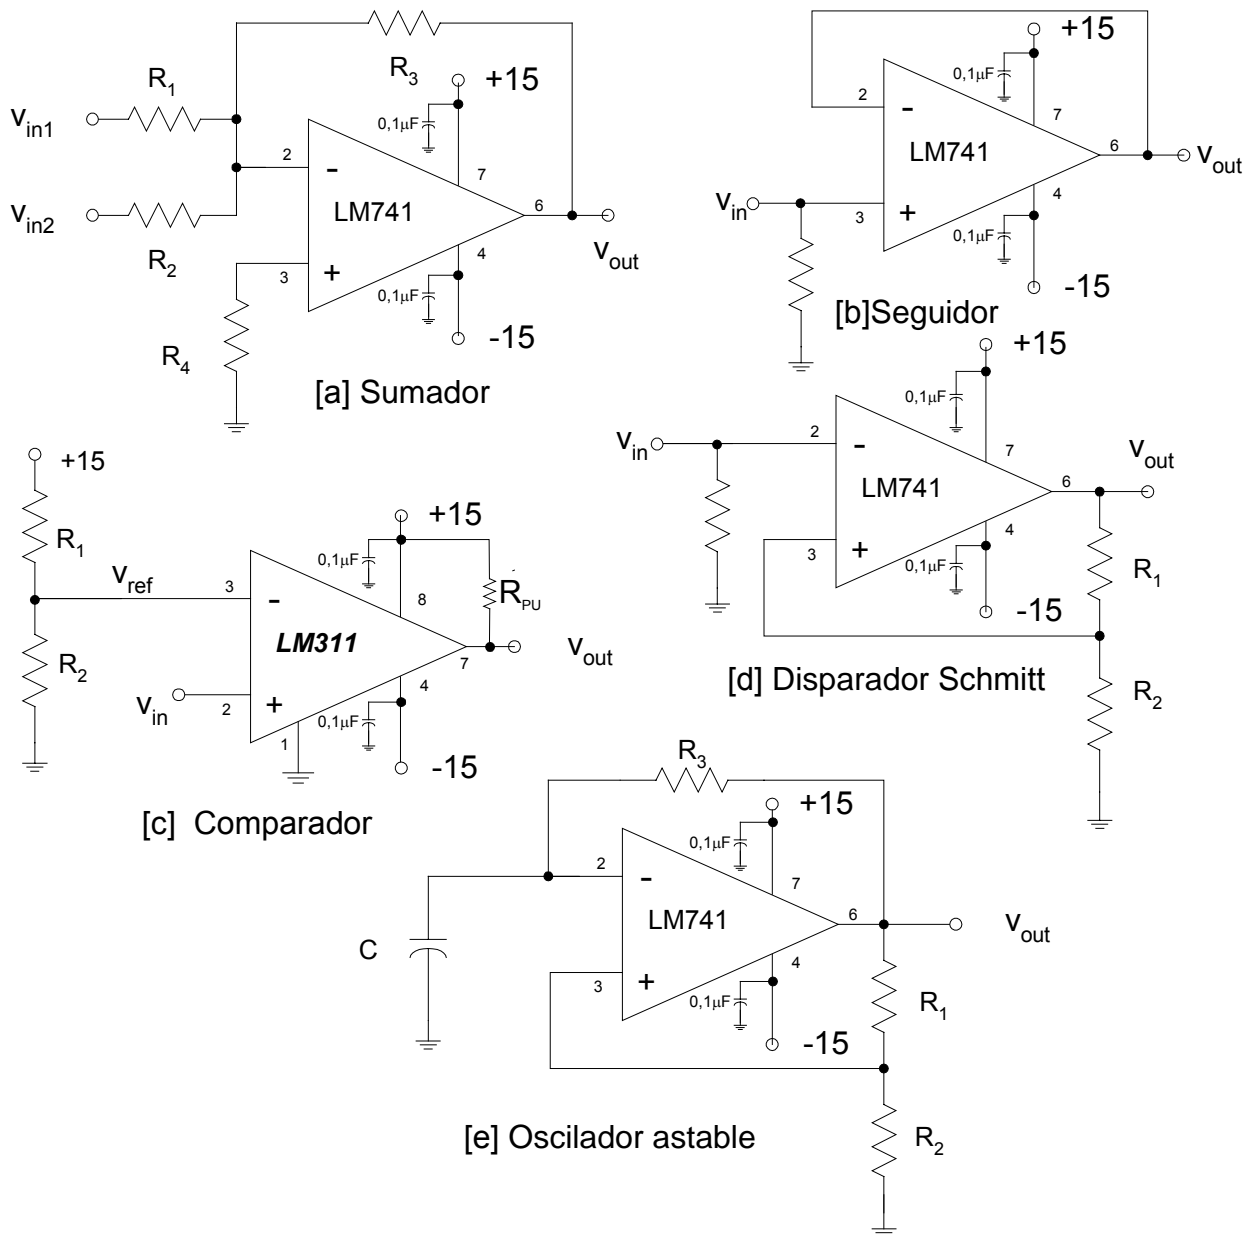

Figura 2. Circuitos para el experimento 3.
En los experimentos anteriores, estudió la configuración del amplificador operacional invertido y en éste estudiará otras configuraciones comunes. Estos circuitos se muestran en la Figura 2. Utilice un amplificador operacional LM741 para estos experimentos, **excepto en el caso de la figura 2c, el circuito comparador, en el que debe utilizar el comparador LM311**. Para cada uno de los circuitos, dibuje un esquema y marque todos los valores en el informe de prácticas.
1. En la Figura 2[a] se muestra la configuración de un sumador invertido. Seleccione los valores de resistencia, de forma que $V_{out} = -(V_1 + 5 V_2)$. Seleccione el valor de resistencia R_4 para minimizar los efectos de la corriente de polarización de entrada. Construya el circuito y confirme su funcionamiento.
2. Construya el seguidor de tensión [buffer de ganancia unitaria] de la Figura 2[b]. Elimine la resistencia de conexión a tierra. Si no utiliza un condensador de acoplamiento, el circuito debería funcionar bien. ¿Por qué?
3. En la Figura 2[c] se muestra la configuración de un circuito para un comparador. Las resistencias R_1 y R_2 ajustan el nivel de tensión al que la salida del circuito cambiará de una saturación positiva a otra negativa. Debido al condensador interno que se necesita para estabilizar los circuitos integrados (IC) diseñados para el funcionamiento del amplificador de retroalimentación negativa, y a la naturaleza de la etapa de salida, conducir tal amplificador a la saturación requiere un tiempo prolongado de recuperación una vez que el estímulo de entrada cambia. Esto hace que el uso del amplificador operacional como comparador a frecuencias elevadas sea una mala elección. [Los comparadores funcionan sin retroalimentación]. Por consiguiente, se han desarrollado unos productos para ser utilizados como compensadores. Estos dispositivos tienen salida de colector abierto y, por lo tanto, requieren una resistencia externa conectada al carril de alimentación positiva para funcionar de forma adecuada. El tamaño de la resistencia externa dependerá de la cantidad de corriente que se necesite para accionar la carga cuando el transistor de salida esté conectado [saturado] y la corriente fluya desde la alimentación a través de la resistencia de carga hasta la carga en la salida. Los valores típicos de resistencia se encuentran en el margen de $1,0k\Omega$ a $10k\Omega$. Esta resistencia es R_{PU} en el dibujo. Observe también que, aunque el comparador está conectado a las alimentaciones de +15 y -15 V, la salida oscila solamente de tierra a +15 voltios en el circuito que se muestra. [Se puede disponer la salida para que conduzca cargas que se refieran a la alimentación positiva o a la negativa, así como una carga referida a tierra, como se ilustra aquí. Para más información acerca del uso de este dispositivo, véase la hoja de especificaciones del LM311. Si su comparador oscila en el punto (de bajo a alto o viceversa) de transmisión, consulte los consejos de aplicación de la hoja de especificaciones para solucionarlo].
4. En la Figura 2[d] se muestra la configuración del circuito para un disparador Schmitt, que utiliza el amplificador operacional como comparador y una retroalimentación positiva para crear un interruptor "histórico". Si analiza este circuito, descubrirá que si la salida del disparador Schmitt es positiva, la entrada tendrá que aumentarse en una fracción de la tensión de salida antes de que ésta cambie a un valor negativo. Entonces, será necesario utilizar el mismo nivel de tensión negativa de entrada antes de que la salida cambie a un valor positivo. Este circuito se puede utilizar para "comparar" señales ruidosas que se esperan que tengan la suficiente diferencia en sus valores como para sobrepasar los umbrales del diseño. En otras palabras, el disparador Schmitt no cambiará los estados de las salidas únicamente cuando se presente ruido en la entrada, en el caso de que el ruido sea menor que los umbrales. El comparador estándar anterior cambiará de estado fácilmente [¡y a menudo!] con una entrada de ruido. Halle R_1 y R_2 de forma que la tensión del umbral del disparador Schmitt sea aproximadamente $1/3$ de la magnitud de la tensión de alimentación. Construya el circuito y verifique los cálculos que ha realizado.
5. En la Figura 2[e] se han añadido un condensador y una resistencia al disparador Schmitt de la Figura 2[c] para producir un oscilador. Muestre la forma de onda de salida en su informe de prácticas, además de la tensión de carga y descarga del condensador. Explique cómo afecta el valor de la tensión del umbral de histéresis a la frecuencia de oscilación. Halle los valores de R_3 y C para producir una oscilación a aproximadamente 1000 Hz. Verifique los resultados de forma experimental.